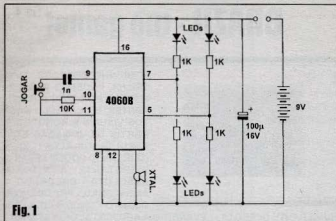

Fig. 1
- FIG. 1 - DIAGRAMA ESQUEMÁTICO DO CIRCUITO - Precisávamos de uma maneira simples e barata de efetuar um duplo sorteio, com resultados absolutamente aleatórios (ou pelo menos *não previsíveis* ou *controláveis* pelos participantes, de modo a garantir, **pelo menos** no BTG, absoluta isenção e igualdade de chances...). Oplámos, então,